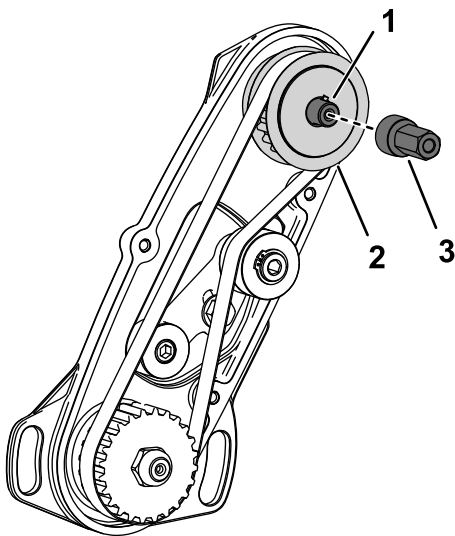

Bild 8
4. Halten Sie die Antriebsscheibe fest, damit sie sich nicht drehen kann und montieren Sie die Antriebsnabe auf der Spindeltriebswelle (Bild 8).